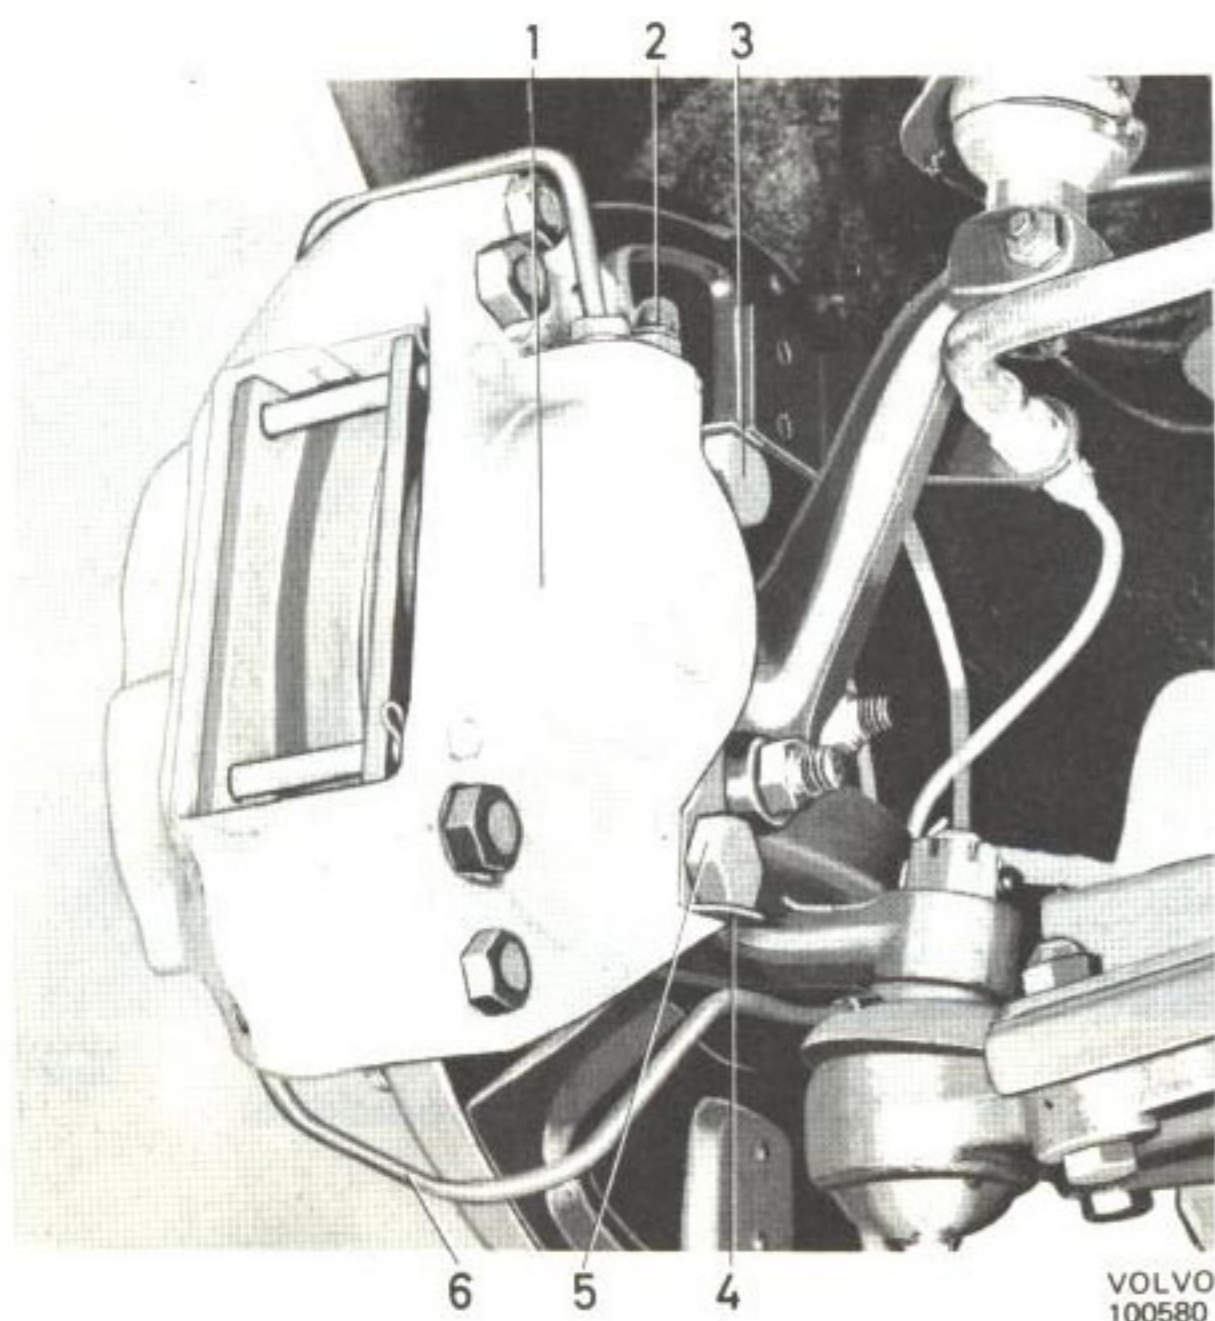
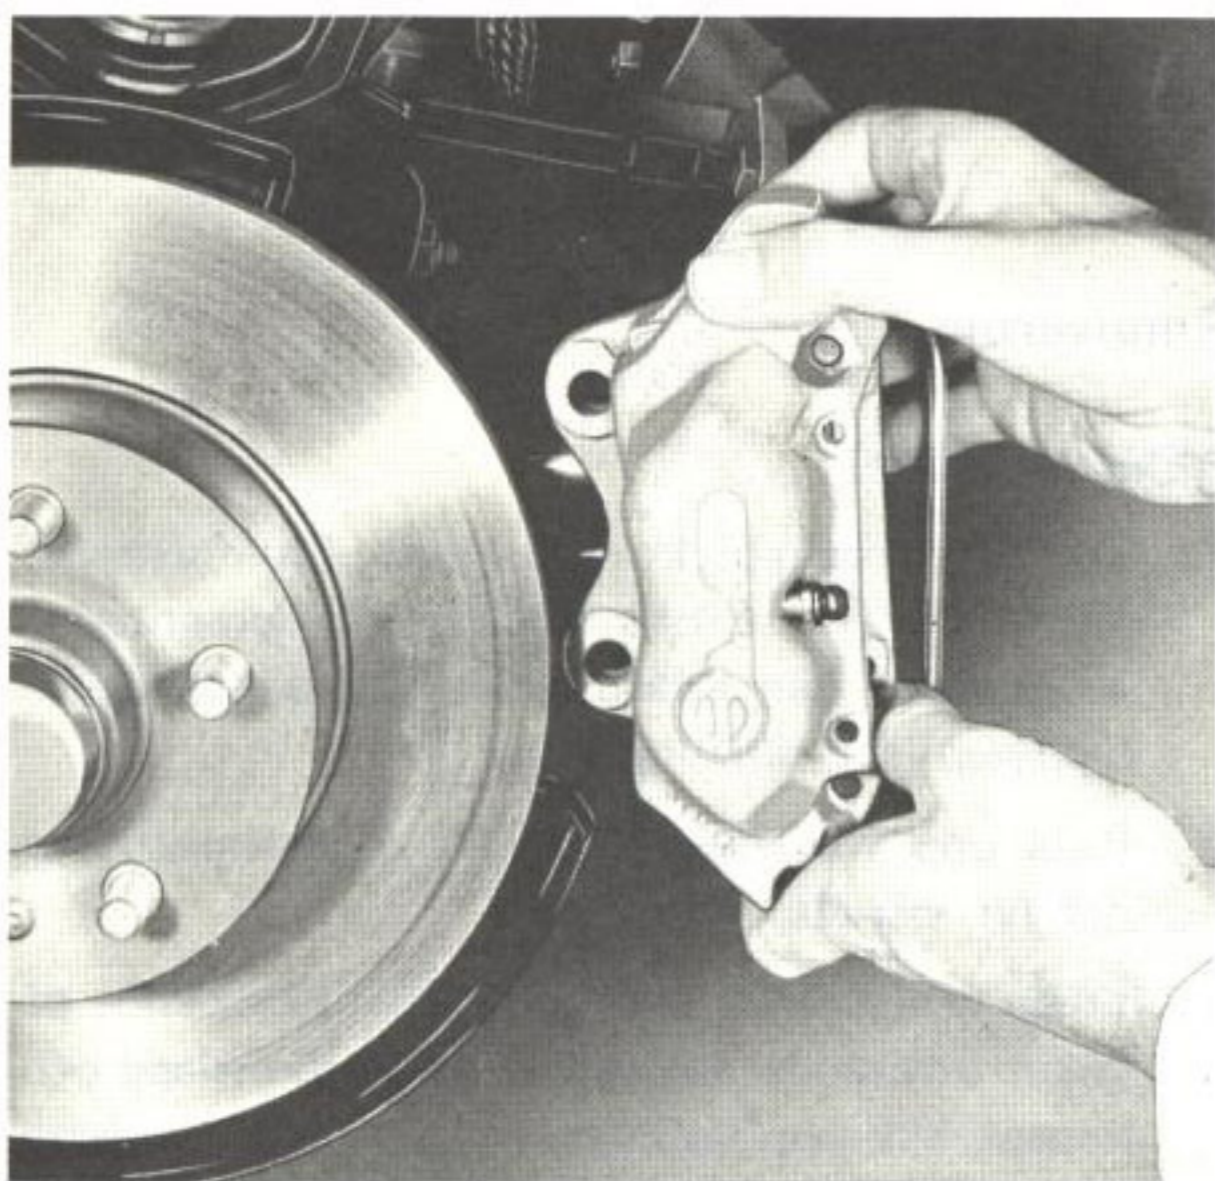

Bild 20. Framhjulsbroms
Bild 21. Demontering av bromsok
3. Lossa bromsröret, eller bromsrören beroende på vilket utförande det gäller, från bromsslang och konsol. Vik upp låsbrickan (4 bild 20) där sådan är monterad. Skruva ur fästskruvarna (5) och lyft fram bromsoket, jämför bild 21.
1. Sätt oket på sin plats. Kontrollera därvid att hållarens anliggningsytor är rena och oskadade eftersom det är av största vikt att oket får rätt läge i förhållande till bromsskivan. Läget kan kontrolleras genom att mäta avståndet mellan skiva och okets stödklack. Axiellt tillåts en avvikelse upp till 0,25 mm. Läget kan justeras med hjälp av mellanlägg. Montera fästskruvarna sedan de försetts med ett par droppar Locktite typ AV, om det gäller senare utförande (bild 20). I tidigare utförande monteras låsbricka. Kontrollera att bromsskivan kan rotera lätt mellan bromsklotsarna.